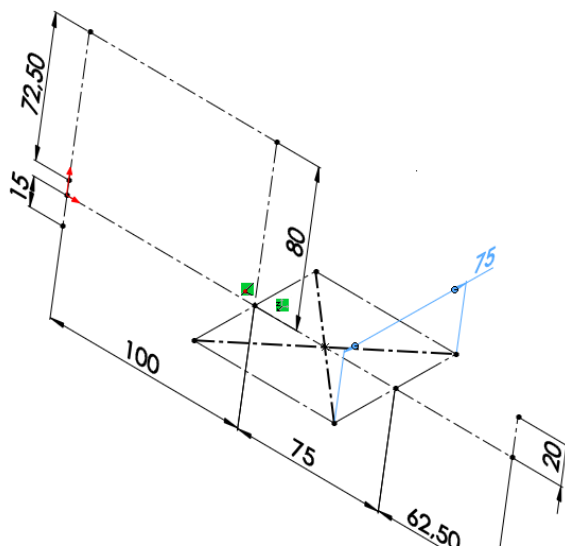

Figura 1.6 - Esboço de retângulo central no plano ZX.
2.7. Desenhe o retângulo central conforme a Figura 1.6. Para isso, dê o primeiro clique no ponto médio da linha com cota 75 e o segundo clique até que a linha do retângulo passe aproximadamente no encontro das cotas de 75 e 62,50.
2.10. Dimensione o esboço conforme a Figura 1.6.